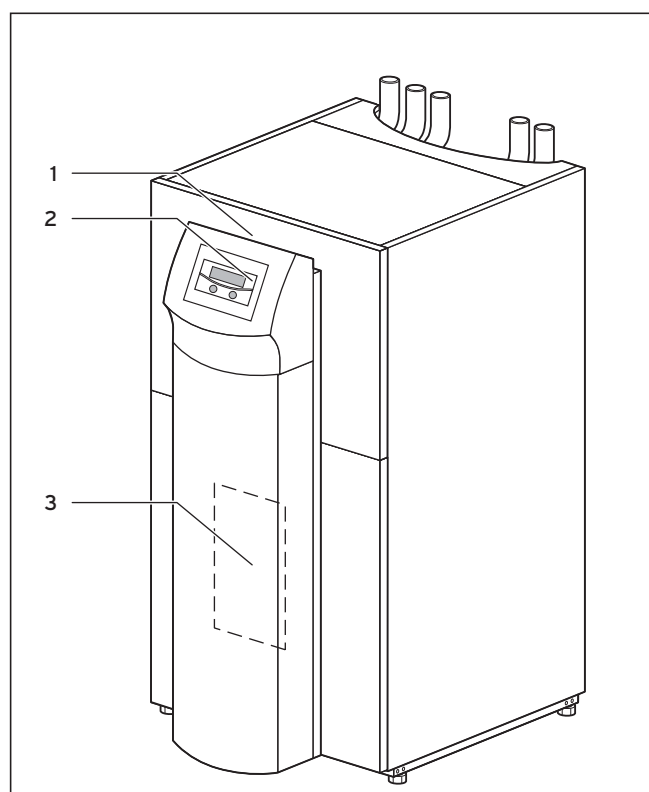

Fig. 2.4 Vista anteriore VWS/VWW
La denominazione del modello della pompa di calore è riportata sull'adesivo (vedi fig. 2.4, pos. 1) applicato al telaio della colonna.
Legenda della fig. 2.4